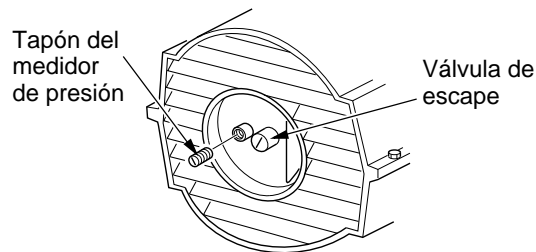

Figura 8 - Desmontaje del tapón del medidor de presión
1. Desmonte el tapón del medidor de presión de la cubierta del extremo del filtro (consulte la figura 8).